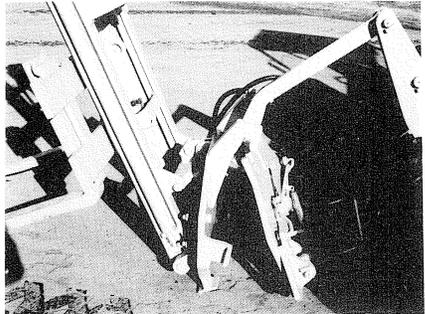

Bild 23
- (2) Mit dem Wechselrahmen Hubmast aufnehmen, (Bild 23) hochheben und Wechselrahmen nach hinten kippen bis der Hubmast am Wechselrahmen voll anliegt.